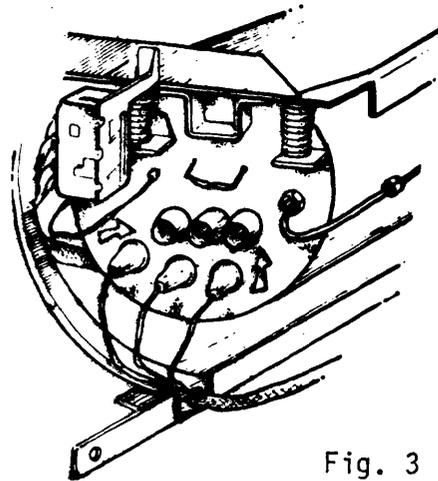

Fig. 3
- a Conecte los conductores en los bornes del motocompresor, siguiendo el esquema (fig. 3).